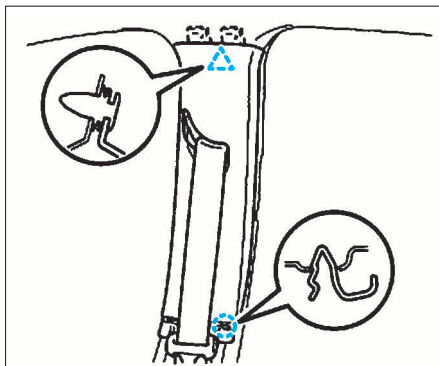

FIG. 18
- Déposer la garniture supérieure du montant de pied de milieu (fig. 18).